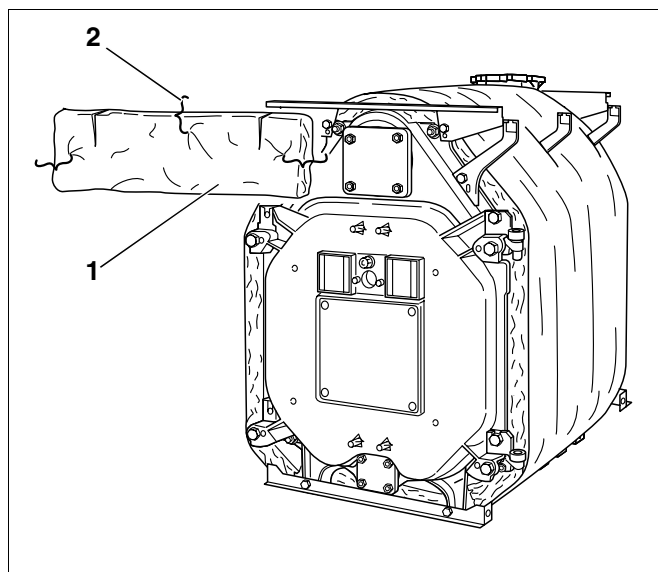

Рис. 44 Укладка передней теплоизоляции
- Прямоугольный элемент теплоизоляции (рис. 44, **поз. 1**) с разрезами, направленными вверх, наложить спереди над дверью.
- Прикрепить теплоизоляцию 3 пружинами (рис. 44, **поз. 2**) к теплоизоляции блока.